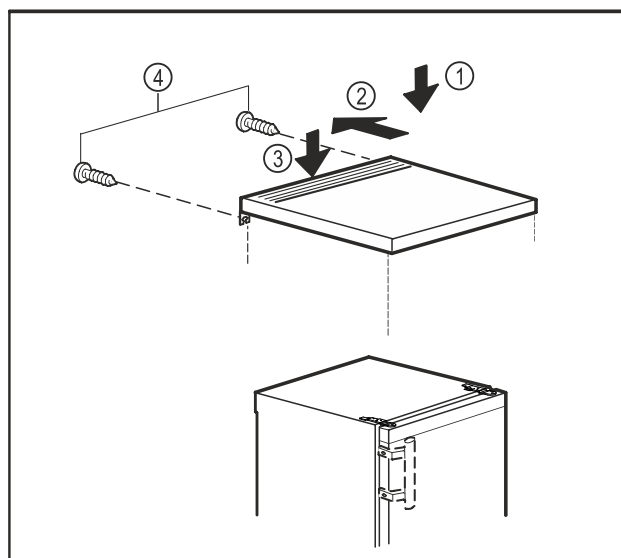

Fig. 11
- Poser le plateau de table sur l'appareil. Fig. 11 (1)
- Pousser le plateau de la table vers l'arrière. Fig. 11 (2)
- Appuyer le plateau de la table à l'arrière vers le bas. Fig. 11 (3)
- Serrer les vis à l'arrière. Fig. 11 (4)